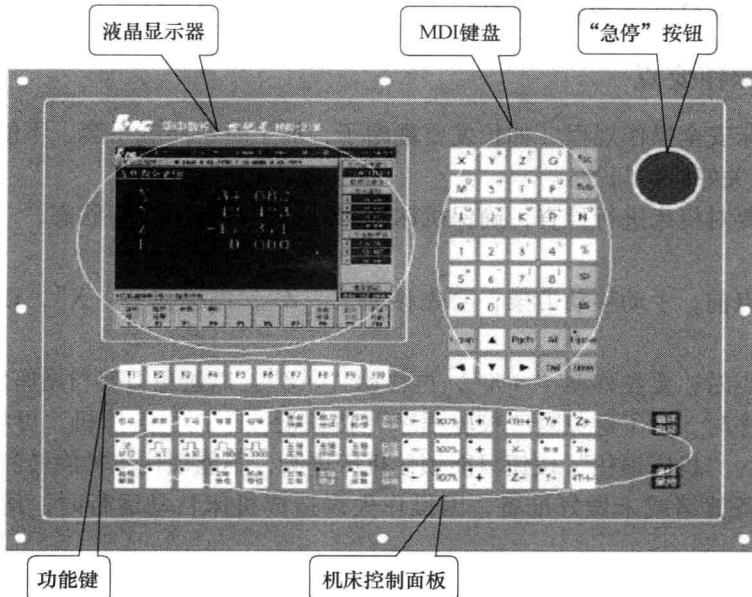

图1-1 机床控制面板
1) 机床控制面板。机床控制面板用于直接控制机床的动作或加工过程(见图1-1)。